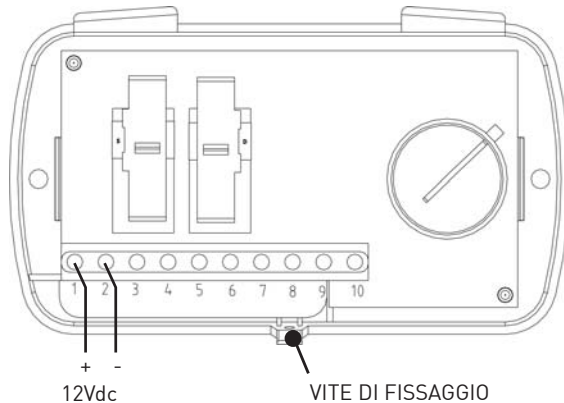

Fig. 12
1. Svitando l'apposita vite di fissaggio, smontare il coperchio dell'unità di comando. Collegare i cavi di uscita dell'alimentatore (DC OUT) all'unità di comando rispettando le polarità (fig.12).